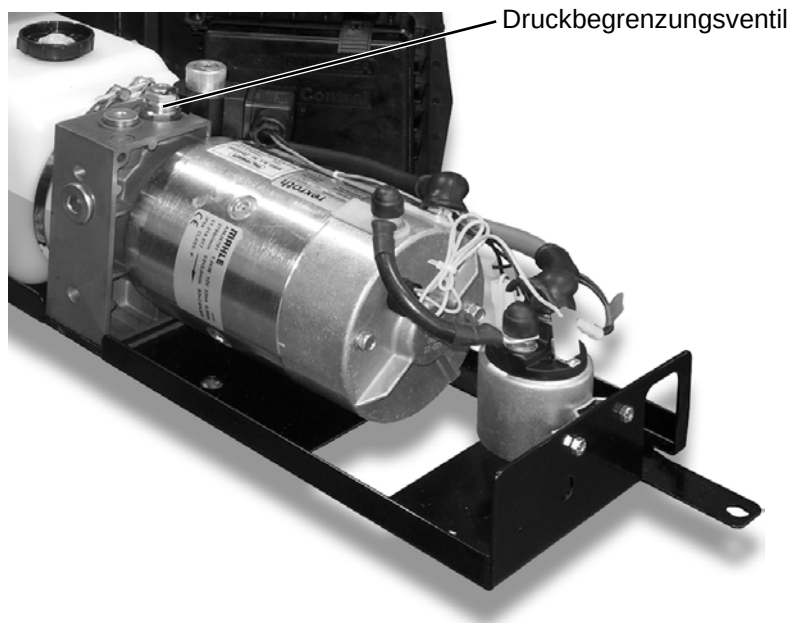

Abbildung 50: Druckbegrenzungsventil am Hydraulikaggregat
- ▶ Stellen Sie das Druckbegrenzungsventil so ein, dass die Hubladebühne nicht mehr als 125 % ihrer maximalen Last heben kann (siehe Abbildung 50).